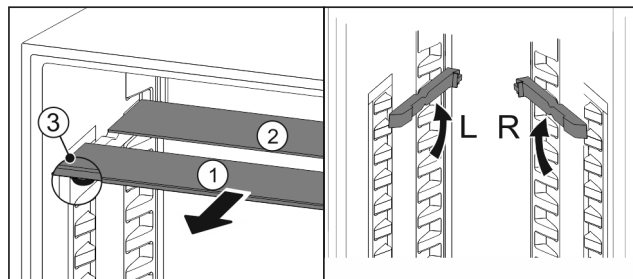

Fig. 56
- ▶ Wyciągnąć Fig. 56 (1) pojedynczo półki szklane do przodu.
- ▶ Płyta szklana Fig. 56 (1) z listwą ozdobną znajduje się z przodu.
- ▶ Stopery Fig. 56 (3) wskazują w dół.